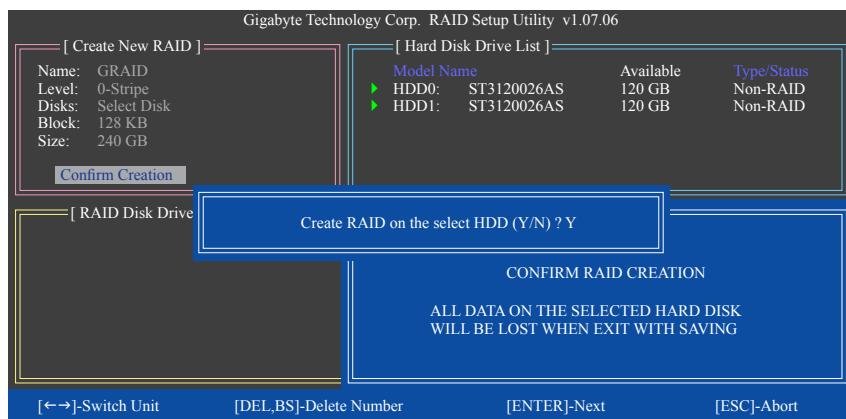

图7
6. 确认建立磁盘阵列(Confirm Creation)：完成以上设定后光标将自动跳至“Confirm Creation”项目，请按键。当确认消息出现时，确定制作磁盘阵列请按，取消请按 (图7)。